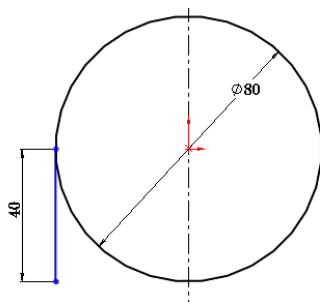
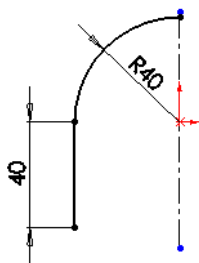
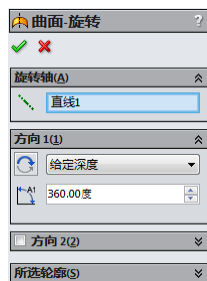

图 6-81 标注的草图
图 6-83 剪裁草图后的图形
图 6-84 “曲面-旋转”属性管理器
**06** 标注尺寸。在菜单栏中选择“工具”→“标注尺寸”→“智能尺寸”命令，或者单击“尺寸/几何关系”工具栏中的“智能尺寸”图标按钮，标注上一步绘制的草图，结果如图 6-81 所示。
裁”属性管理器。单击选择“剪裁到最近端”图标按钮，然后将剪裁图 6-81 中的圆弧，结果如图 6-83 所示。
**08** 旋转曲面。在菜单栏中选择“插入”→“曲面”→“旋转曲面”命令，或者单击“曲面”工具栏中的“旋转曲面”图标按钮，此时系统弹出如图 6-84 所示的“曲面-旋转”属性管理器。在“旋转轴”一栏中，选择图 6-83 中的竖直中心线，其他设置参考图 6-84。单击属性管理器中的“确定”图标按钮，完成曲面旋转。